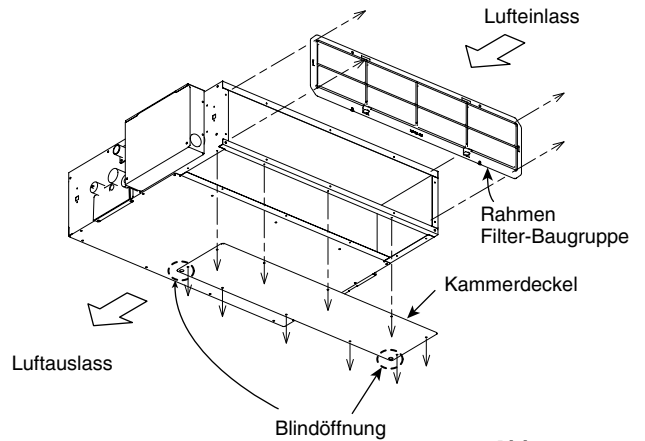

Abb. 3-73
- (1) Die Rahmenfilter-Baugruppe abnehmen. (Abb. 3-73)
Den Kammerdeckel abnehmen. (Abb. 3-73)